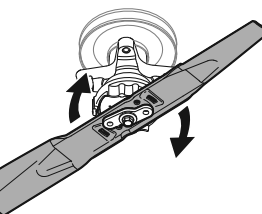

Figura 50
- Gire la cuchilla en sentido de las agujas del reloj para alinearla con el adaptador de cuchilla. Consulte la Figura 50.